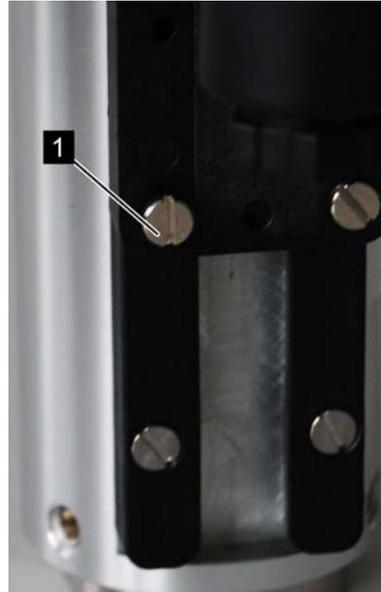

Abb. 31: Feststellschrauben lösen
1. ➔ Die Feststellschrauben des Schaltkontaktes (Abb. 31/1) mit einem Schlitzschraubendreher lösen
6. ➤ Feststellschrauben des Schaltkontaktes (Abb. 31/1) mit einem Sechskant-Schraubendreher wieder anziehen. Dabei Schrauben-Anziehdrehmoment beachten.